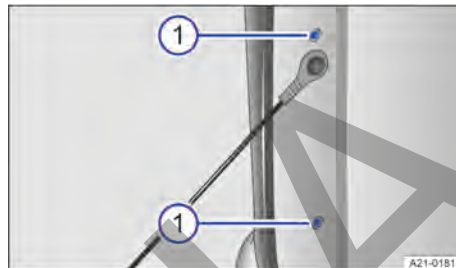

Fig. 149 En el lateral de la superficie de carga: desmontar el grupo óptico trasero.
4. Desenrosque los dos tornillos con el destornillador → Fig. 149 ①.
13. Apriete los dos tornillos con el destornillador → Fig. 149 ①.